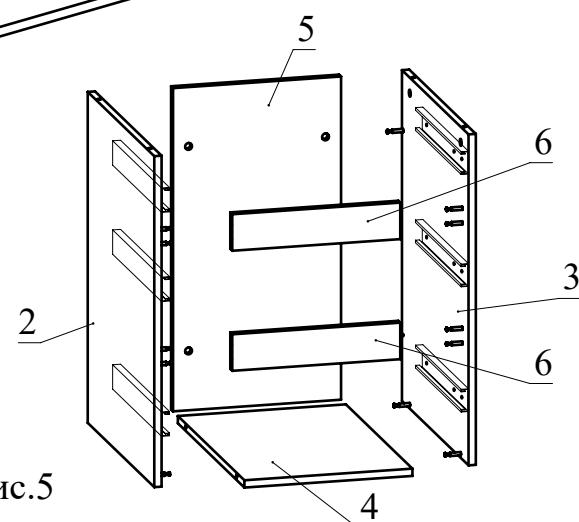

Рис.5
- Соедините детали согласно схеме, затягивая головки минификсов конфирматным ключом (Рис. 5).